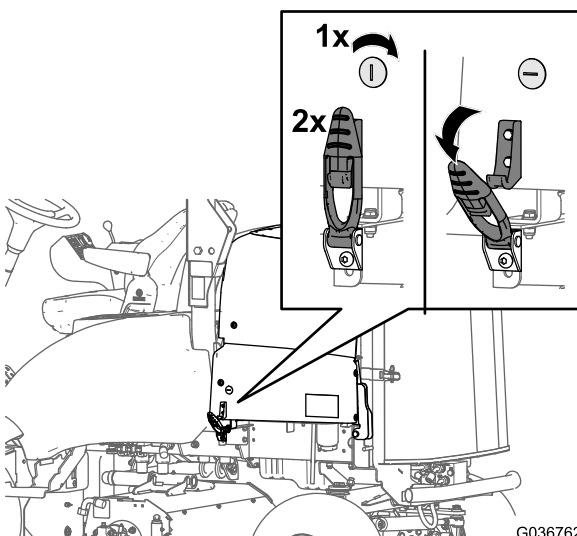

Figure 4
1. Dégagez les 2 loquets du capot des gâches (Figure 4).
2. Débranchez le câble négatif de la borne de la batterie (Figure 4).